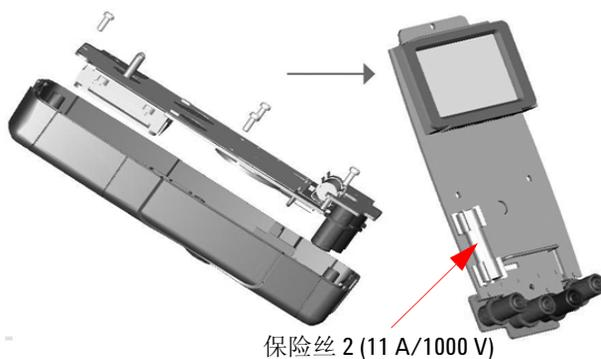

图 4-3 更换保险丝 2
- 5 如果要更换出现故障的保险丝 2，请卸下保险丝 1，然后拧松四个螺丝（如图 4-3 中所示），以从顶盖提起并取下电路板。
- 6 通过撬松保险丝的一端，使其离开保险丝支架，轻轻取下已损坏的保险丝 2，请参阅图 4-3。